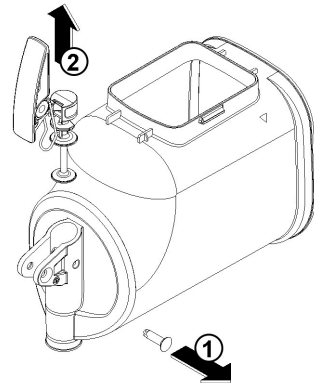

figura 8
**5** Desmonte el grifo siguiendo la secuencia indicada (ver figura 8).